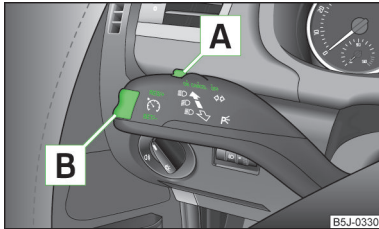

Abb. 99
- › Den Schalter **A** » Abb. 99 in Stellung **ON** drücken.
- › Die Wippe **B** » Abb. 99 auf Seite 116 in der Position **RES** drücken.
- › Die gespeicherte Geschwindigkeit kann durch Drücken der Wippe **B** » Abb. 99 auf Seite 116 in der Position **SET** verringert werden.
Die Geschwindigkeitsregelanlage wird **vorübergehend abgeschaltet**, indem der Schalter **A** » Abb. 99 auf Seite 116 in die gefederte Position **CANCEL** bzw. auch das Brems- oder Kupplungspedal gedrückt wird.
- › Den Schalter **A** » Abb. 99 auf Seite 116 nach rechts in Stellung **OFF** drücken.